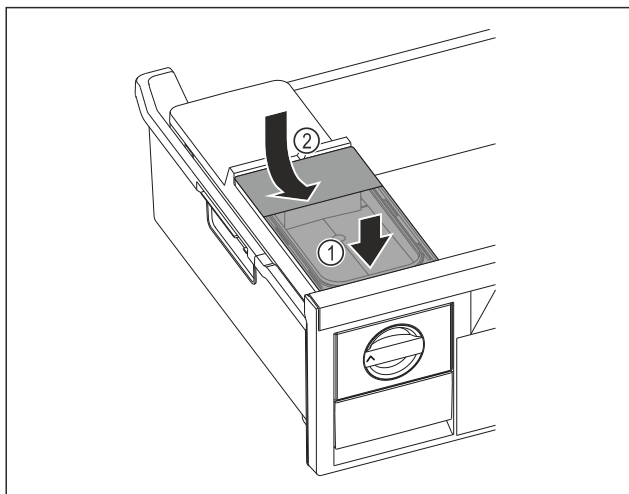

Fig. 99
- ▶ Așezați în față rezervorul de apă. Fig. 99 (1)
- ▶ Coborâți în spate rezervorul de apă. Fig. 99 (2)